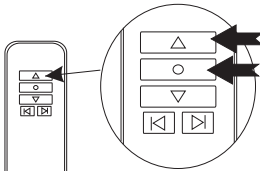

图 11
1.将升降架处于负载状态，接通电源5秒内，用手指同时按住遥控发射器的升降架上进键和停止键5秒后松开（如图11）。